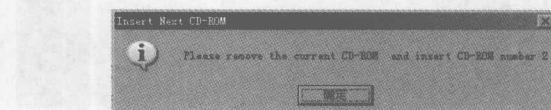

图 1-10 安装提示界面 10
(9) 在安装过程中如果 CD1 内容安装完毕，则会提示插入第 2 张光盘，更换光盘，然后单击如图 1-10 所示对话框中的“确定”按钮即可。